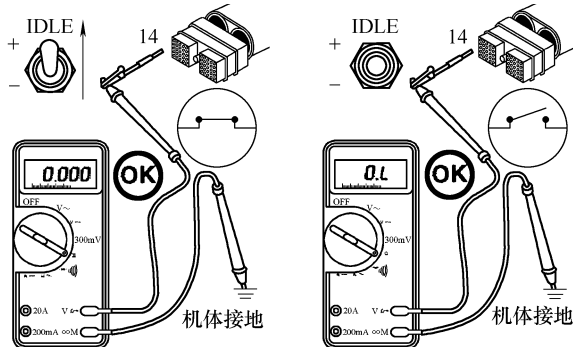

图 5-209 当开关在增加(+)位置时,释放开关或处于减小(-)位置测量电阻
② 使怠速调节开关保持在增加(+)位置,万用表应显示闭路,电阻小于 10Ω ;当释放开关时,电阻应大于 $100\text{k}\Omega$,显示开路,如图 5-209 所示。当开关处于减小(-)位置时,电路必须保持开路。